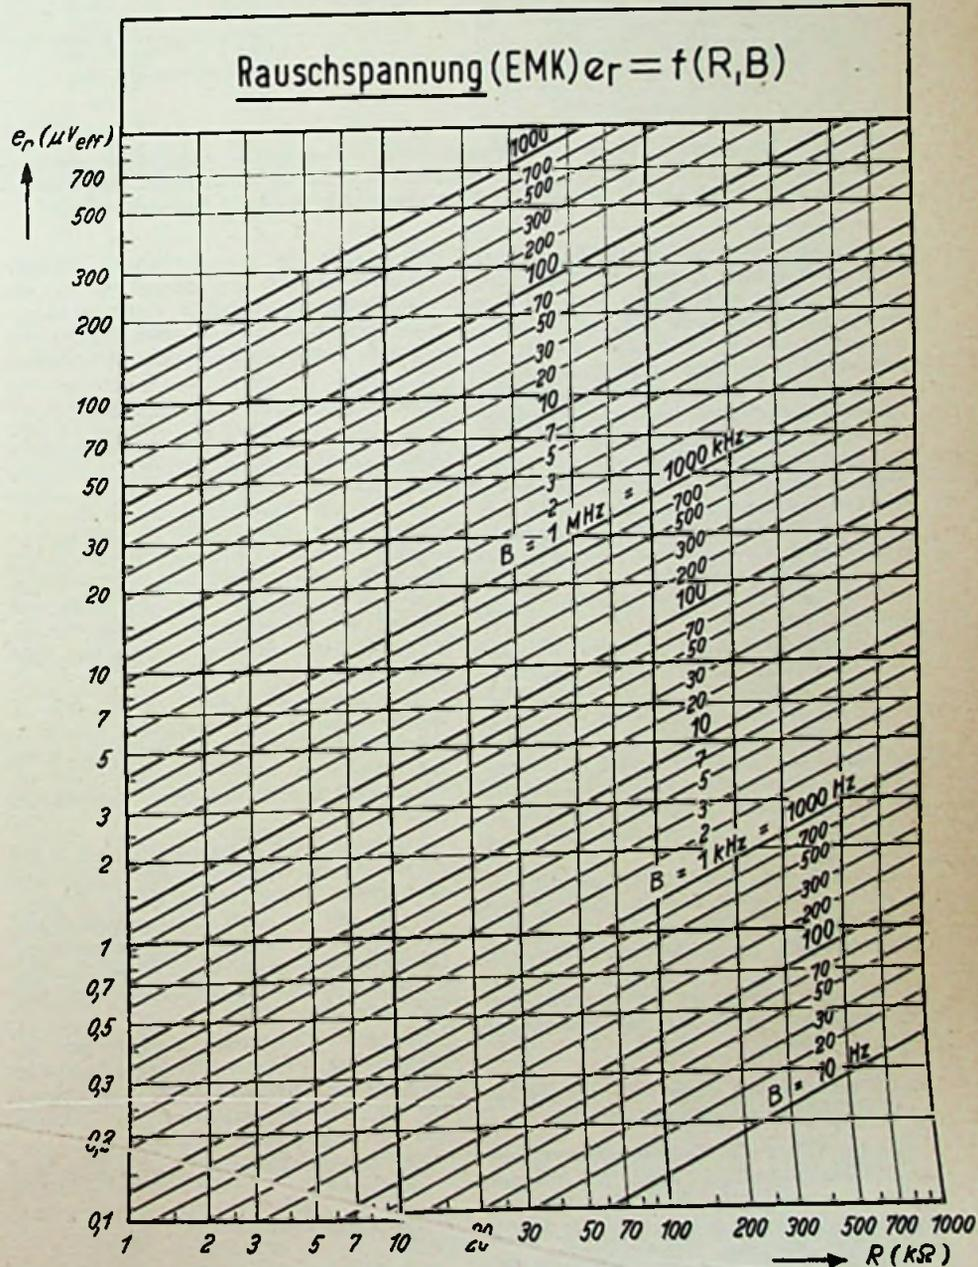

Bild 1. Zusammenhang zwischen Widerstand  $R$ , Bandbreite  $B$  und Rauschspannung  $e_r$  (EMK)
Das Teleport IV ist in seinem Hf- und Nf-Teil aus kleinen Baugruppen aufgebaut, wie das Titelbild und Bild 1 erkennen lassen. Diese Aufbautechnik ist für die Fertigung und für die Wartung günstig, denn die Gruppen können vor der Montage einzeln geprüft und bei einem Defekt leicht ausgetauscht werden; es genügt das Ablöten weniger Drähte.
Die Stromversorgung der tragbaren Ausführung übernimmt ein Zusatzgerät (Bild 1, rechts) mit einem 2/4-Sammler und Zerkhacker. Eine Batterieladung erlaubt acht Stunden Betrieb, davon 20 % der Zeit Sendebetrieb. Für stationäre Zwecke steht ein Wechselstromnetzteil zur Verfügung. Die Bedienung des Gerätes ist durch den Mikrofonlautsprecher (Bild 1, vorn) mit Sprech-taste zur Senderumschaltung und Ruftaste für den 1750-Hz-Tonruf besonders einfach. Der Stromversorgungsteil kann entweder abgesetzt aufgestellt bzw. getrennt getragen oder mit dem Sende/Empfangsgerät zu einer Einheit verbunden werden. Im letztgenannten Falle sind die Abmessungen  $300 \times 210 \times 120$  mm und das Gewicht beträgt je nach Ausrüstung mit Zubehör 5,0 bis 6,4 kg.
Bild 1. Die Baueinheiten des Teleport IV: links Chassis des Sende/Empfängers, dahinter Gehäuse mit Anschlüssen, rechts Stromversorgungssteil mit Bleisammler und Zerkhacker-einrichtung, darüber die Antenne, vorn Mikrofonlautsprecher mit Ruf- und Senderumschalttasten
Die grafische Darstellung der Formel (1) in Bild 1 gibt die Möglichkeit, die Rauschspannung  $e_r$  sofort und ohne Rechnung abzulesen, wenn der Widerstandswert  $R$  und die Bandbreite  $B$  bekannt sind. Zu beachten ist dabei jedoch, welchen Wert man für die Bandbreite im Einzelfall einzusetzen hat.